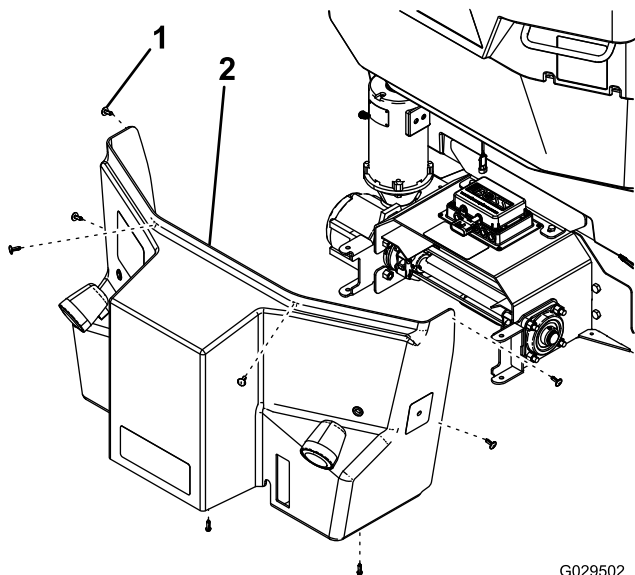
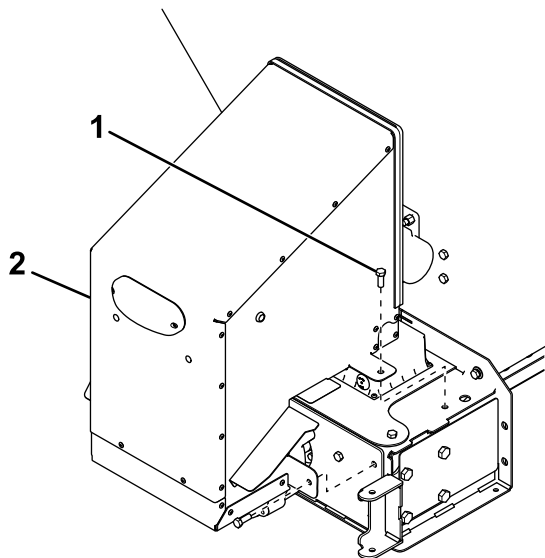

Figure 1
Figure 2
2. Déposez le capot arrière de la trémie (Figure 1 et Figure 2).